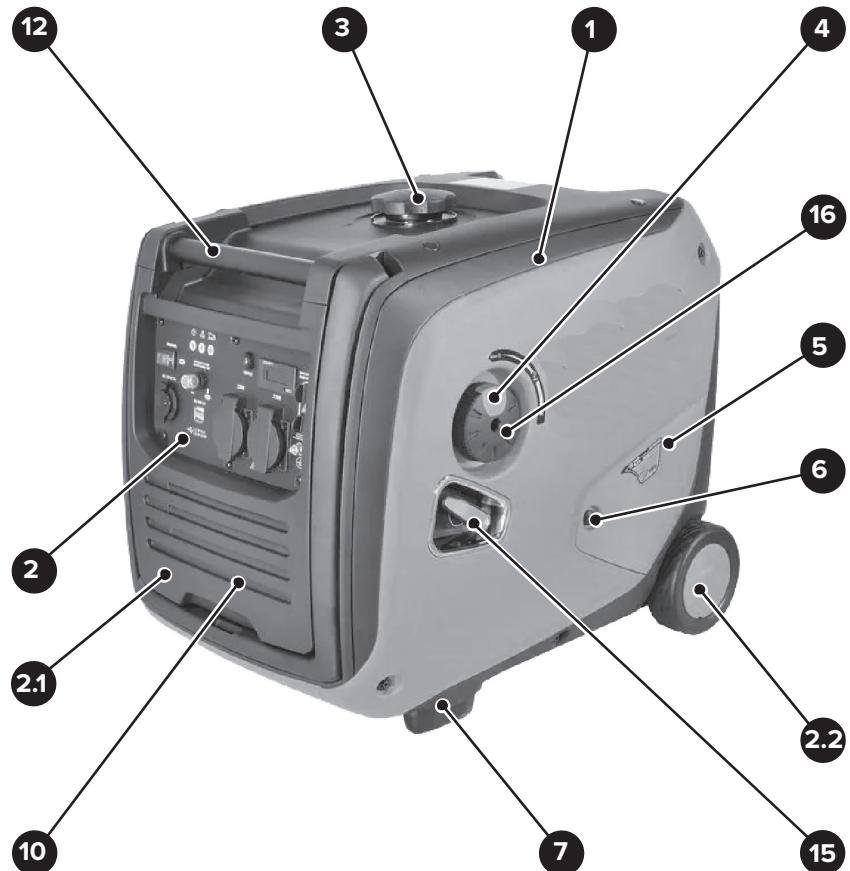

Рисунок 1 — Общий вид генератора
- Отверните крышку 3 и выньте сетчатый фильтр 33 (см. рис. 1 и 6). Промойте сетчатый фильтр 33 в негорючем растворителе и установите его на штатное место. Заверните крышку 3.